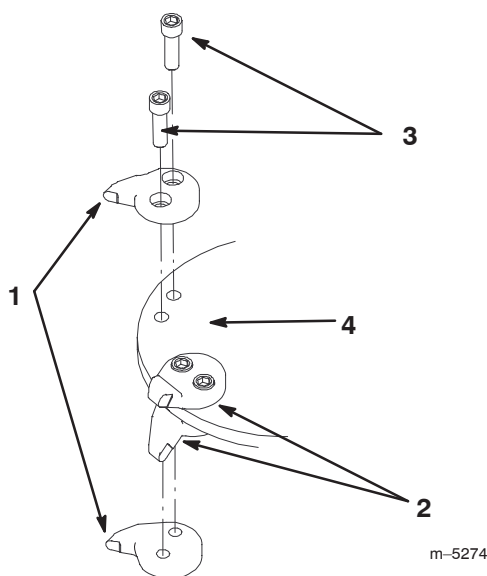

Figure 10
3. Tournez manuellement la roue de broyage de manière à atteindre les dents à remplacer (Fig. 10).
4. Enlevez les deux boulons de fixation des dents ; mettez les dents au rebut (Fig. 10).
5. Fixez les nouvelles dents sur le disque au même emplacement et dans le même sens que les anciennes avec les boulons de montage existants (Fig. 10).